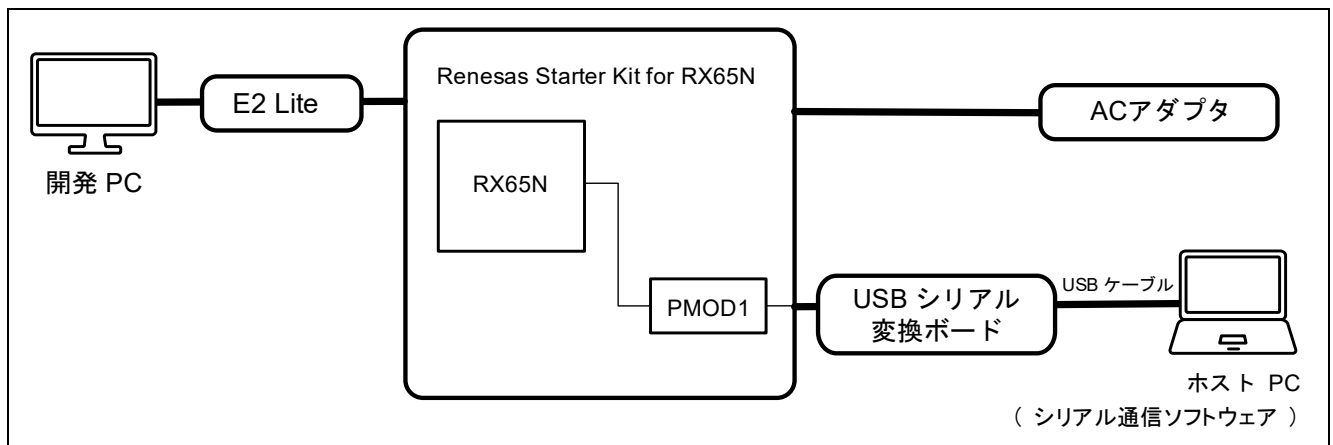

図 4-1 RSK RX65N 機器接続図
1. 「図 4-1 RSK RX65N 機器接続図」の様に PC の USB ポート, USB シリアル変換ボード, RSK ボードの PMOD1 を接続してください。